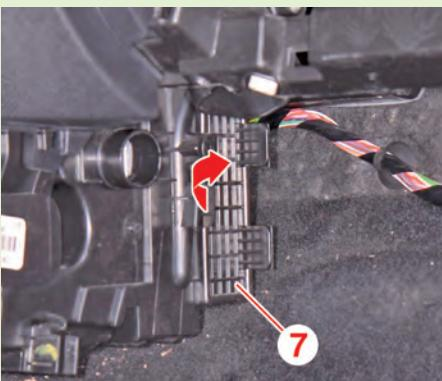

Fig.5
- Dégrafer le couvercle (7) puis le déposer (Fig.5).